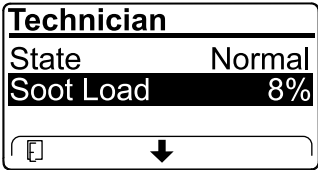

Bild 73
- Zeigen Sie die Rußlast an, die als Prozentsatz des Rußes im Dieselpartikelfilter (Bild 73) gemessen wird, siehe Tabelle für die Rußlast.